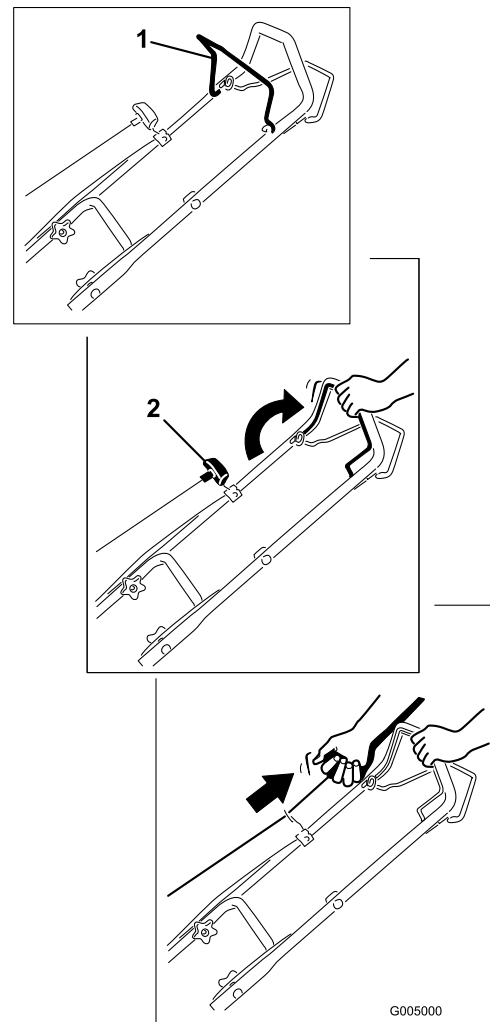

Figure 13
2. Maintenez la barre de commande de la lame contre le guidon et tirez sur la poignée du lanceur (Figure 13).